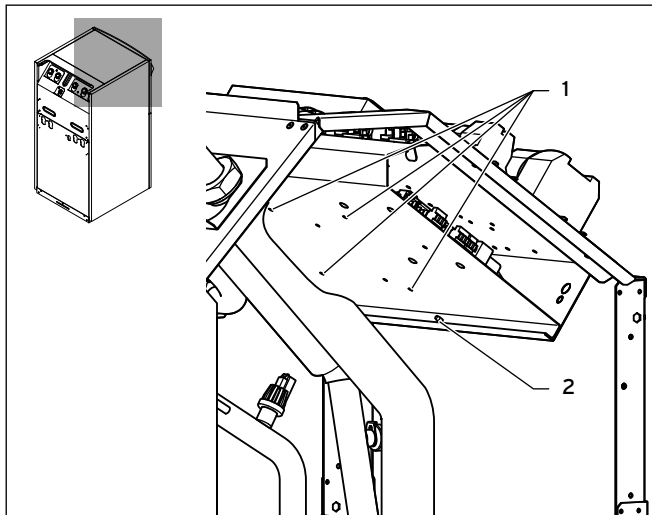

Fig. 4.4 Montering av festemellomstykkene geoTHERM VWS/VWW/VWL-S ..1 og VWS ..4
- Koble pluggen på faseovervåkingskabelen for kompressoren (9) til dobbeltpluggen på faseovervåkingskabelen for ASB (8).
- Fest ledningsholderen (10) et passende sted nederst i bryterboksen for å sikre faseovervåkingskabelen.
- Fell opp det nedre koblingsskapsnivået igjen, og skru inn skruen (→ **fig. 4.4, nr. 2**).
- Koble den hvite inngangsledningen (7) til de tre koblingsklemmene til høyre (11).
- Koble den svarte utgangsledningen (6) til de tre koblingsklemmene til venstre (12).
- Sett trippelpluggen på faseovervåkingskabelen ASB (2) inn i kontakten for fasefølgeovervåkingen av kompressoren.